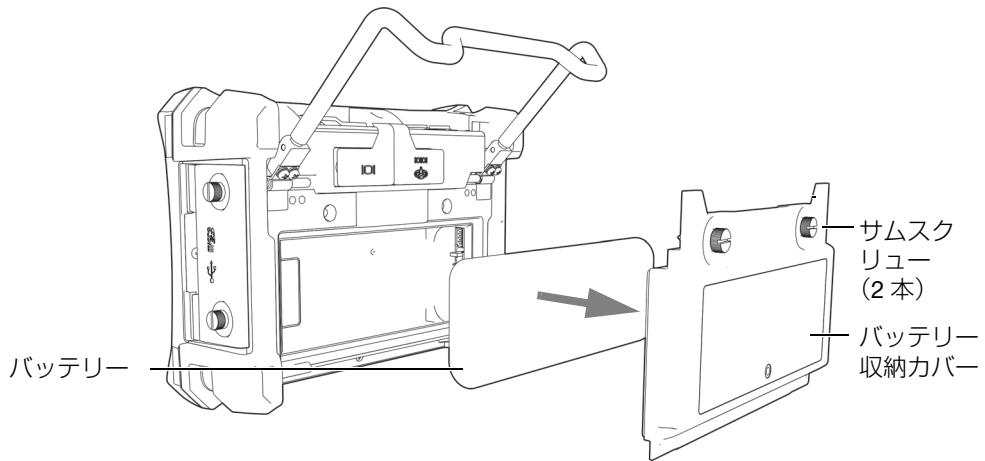

図 1-11 バッテリー収納カバーとリチウムイオン電池を取り外す
3. リチウムイオン電池が取り付けてある場合は、それを取り外します (27 ページ 図 1-11 参照)。